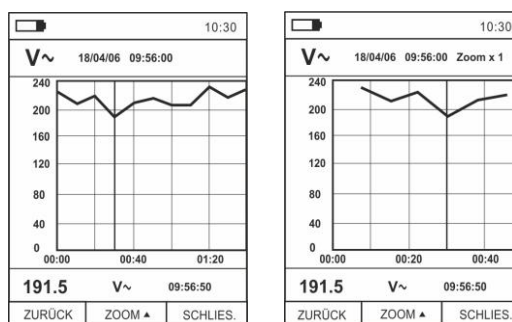

Fig. 39: Data Logger Funktion – Anzeige des Graphs der Aufzeichnung
17. Drücken Sie die Taste **MODE (TENDEN.)**, um den Graph der Aufzeichnung im Display und den entsprechenden Trend im Zeitablauf anzuzeigen (Trend). Die Bildschirmseite in Fig. 39 – linke Seite erscheint im Display:
19. Drücken Sie die Taste ▲ (**ZOOM**) zur Aktivierung (wenn verfügbar) des Zooms von den Werten auf dem Graph (siehe Fig. 39 – rechte Seite), um die Auflösung zu erhöhen. Die Angabe "Zoom xY" wo Y = max Zoom erscheint auf der Oberseite des Displays. Es ist möglich, Zoom X1 für mindestens 10 Messpunkte, X2 für mindestens 20 Messpunkte, X3 für mindestens 40 Messpunkte usw. durchzuführen, für max 6 Zoom-Operationen.